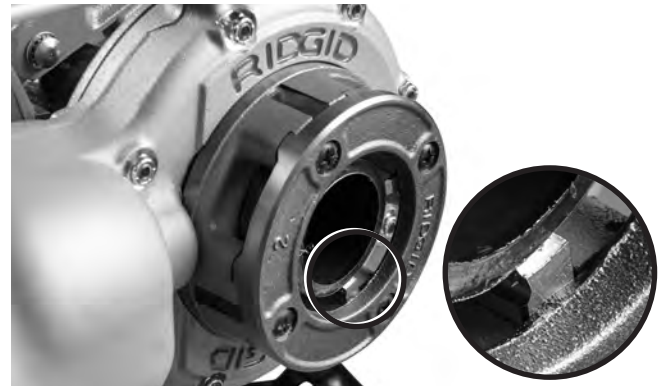

Abbildung 10 – Rohr fluchtet mit Kante der Schneidbacken
6. Halten Sie den Schalter gedrückt, bis das Rohrende mit der Kante der Schneidbacken fluchtet (*Abbildung 10*). Achten Sie darauf, dass der Kraftantrieb nicht in der Stützvorrichtung läuft. Lassen Sie den Schalterknopf los. Lassen Sie den Kraftantrieb vollständig zum Stillstand kommen.